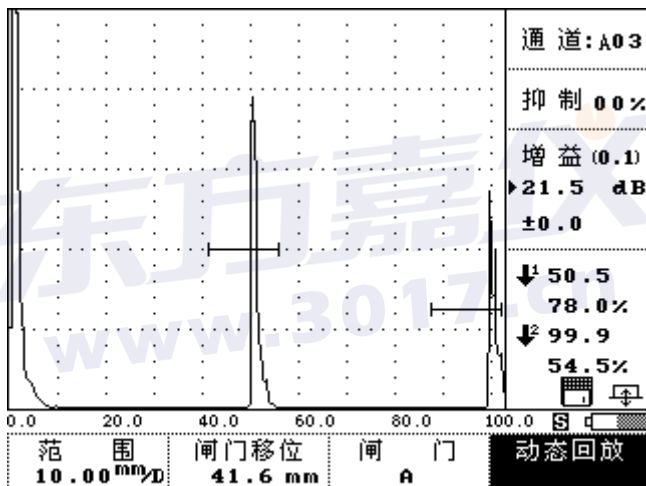

图 3-5-2
- ① 按 **闸门** 键或转动旋钮到 **扫查** 栏单击旋钮进入检测状态后，再按与动态回放栏相对应的 **△** 键或转动旋钮到 **动态回放** 栏单击旋钮，仪器滚出提示输入信息；如图 3-5-2 所示